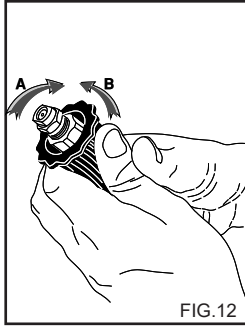

FIG.12
GEbruik VAN DE VERSTELBARE KOP (Fig. 12)
2) Bedien de hogedrukreiniger, open de reinigungsmiddelkraan (indien aanwezig), activeer het aanzuigmechanisme van reinigungsmiddel op de lans (fig. 12) en maak het te reinigen oppervlak nat van boven naar beneden. Laat enkele minuten inwerken.